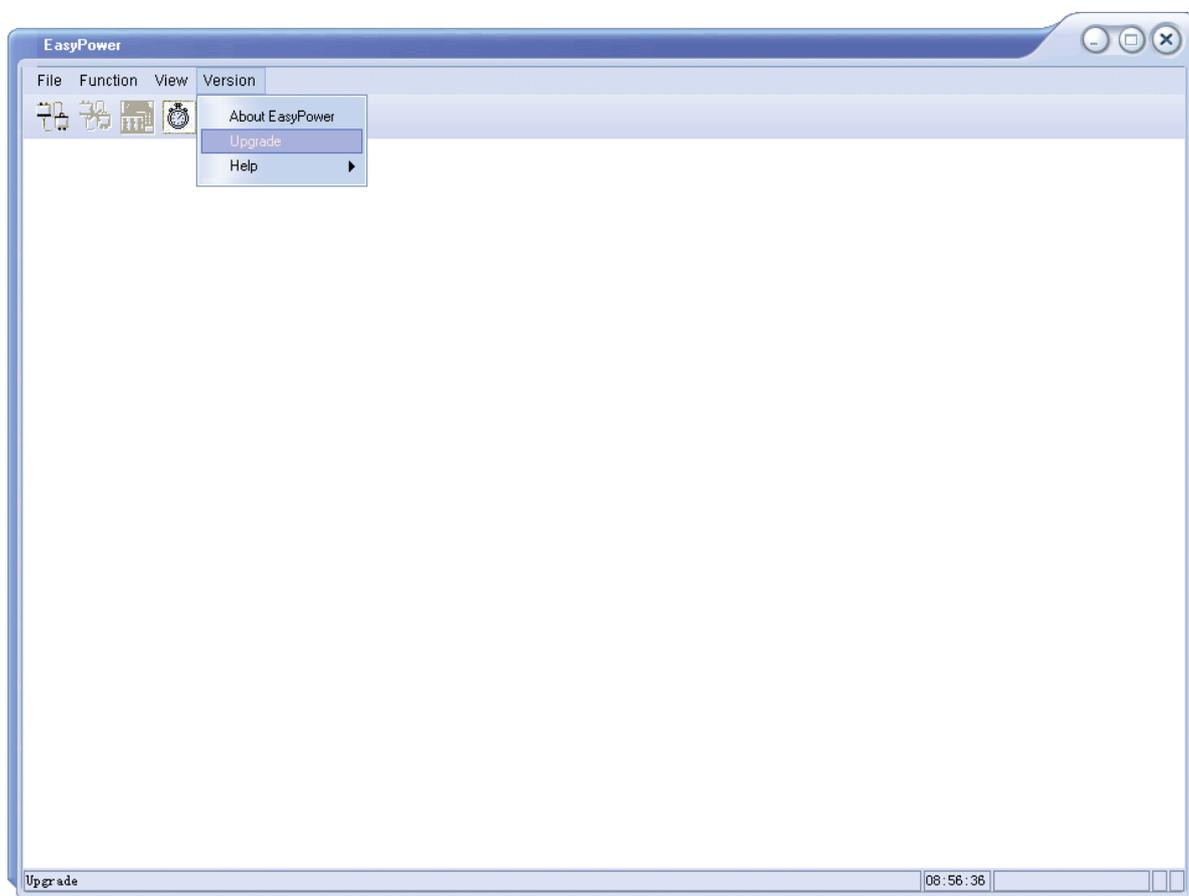

图 1
- 2、 如图1所示，点击Version菜单上的Upgrade的子菜单，进入固件升级的对话框；